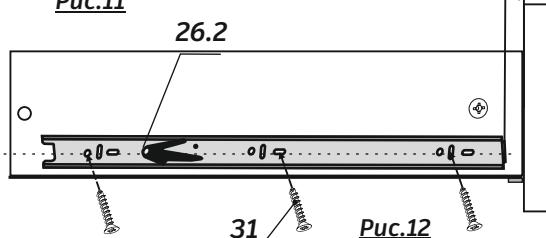

Рис.12
2. **Приложить** направляющую к каждой боковой стенке ящика так, чтобы центры отверстий направляющей совпали с линией на боковой стенке ящика, выдержав размеры, показанные на рис.12
3. **Крепить** направляющие к каждой боковой стенке ящика шурупами 3,5x16 (п.31) – 3 шт (см. рис.12).